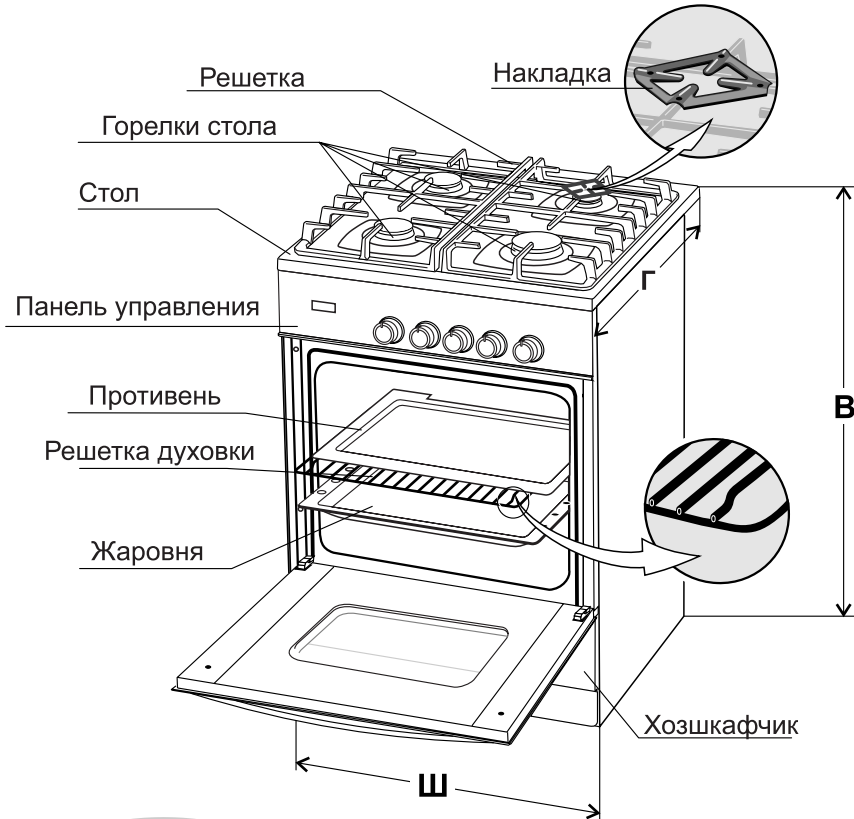

Рис. 1
- Размеры плиты, ШxГxВ (см. рис. 1), мм